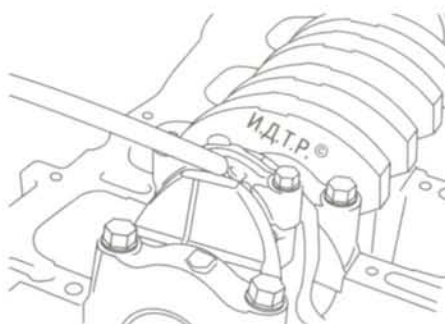

Рис. 5.32. Измерение бокового зазора шатуна
31. Проверьте боковой зазор шатуна (рис. 5.32), он должен быть в пределах 0,10–0,25 мм. Предельно допустимый зазор составляет 0,4 мм. Увеличенный зазор указывает на чрезмерный износ щек кривошипа коленчатого вала. В этом случае замените коленчатый вал.